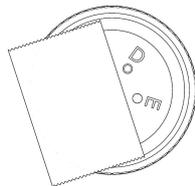

Bild 1
- Soll die Belüftung verringert werden, können einzelne Öffnungen verschlossen werden (Bild 1).